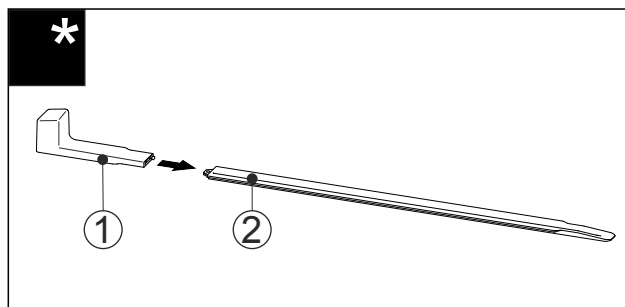

Fig. 47
- Dugja rá a szerelőfogantyút Fig. 47 (1) a szintezősínre Fig. 47 (2).